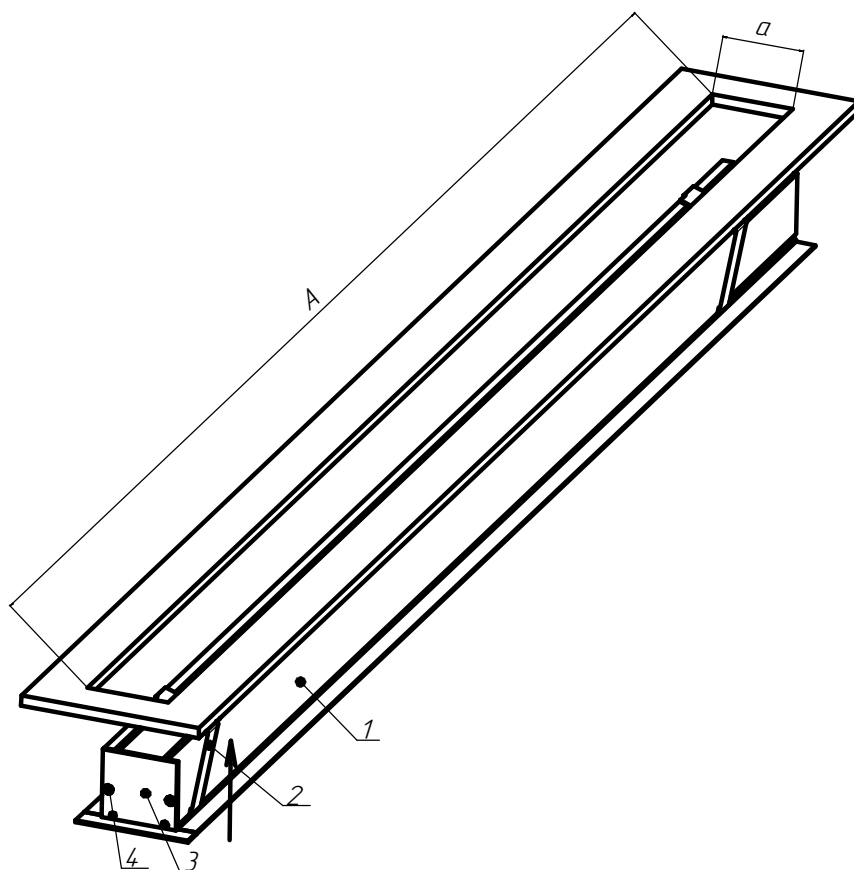
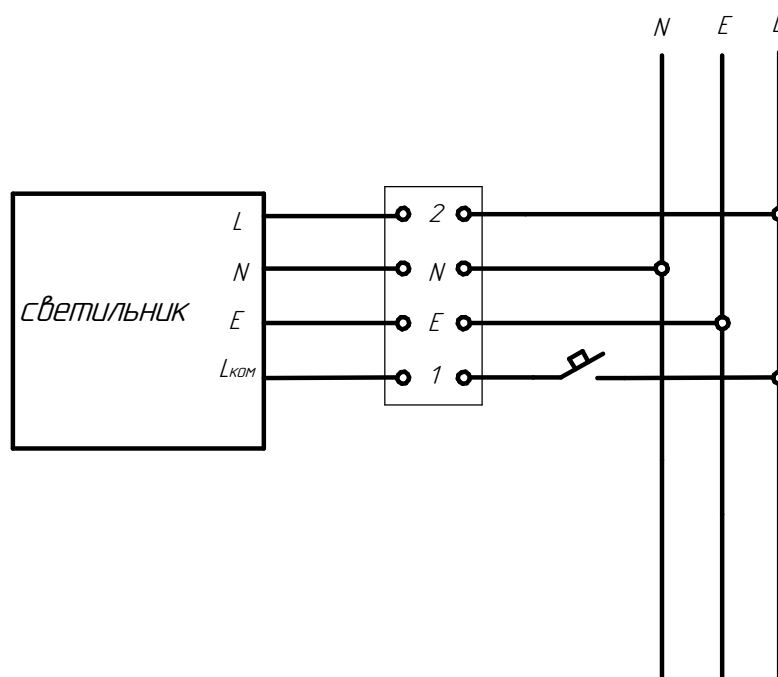
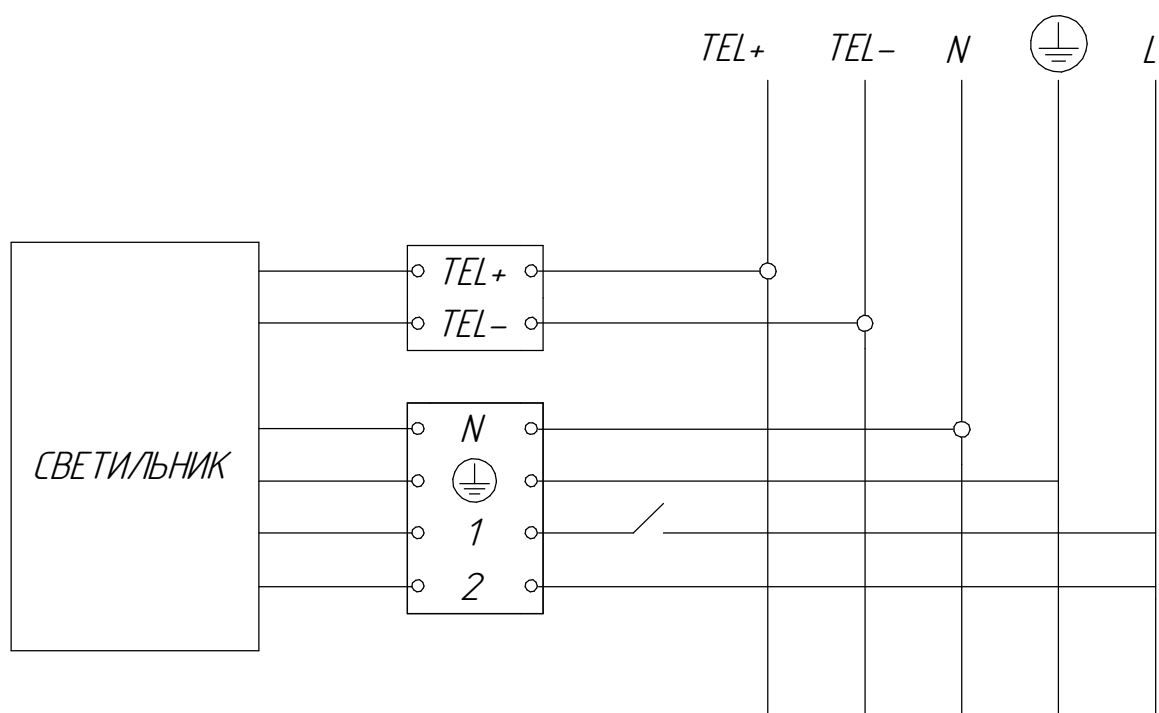

Рисунок 4 - Схема установки светильников в потолок
Рисунок 8 - Схема подключения светильников с БАП к сети
Рисунок 9 - Схема подключения светильников с БАП с функцией TELECHECK
5.3.2 При установки одиночного светильника в потолок необходимо установить крышки торцевые ДВО02 (заказываются отдельно) (см. рисунок 4). Провести сетевые провода через проходной изолятор, установленный в торцевой крышке и подключить светильник к сети (см. рисунок 8 и рисунок 9) .